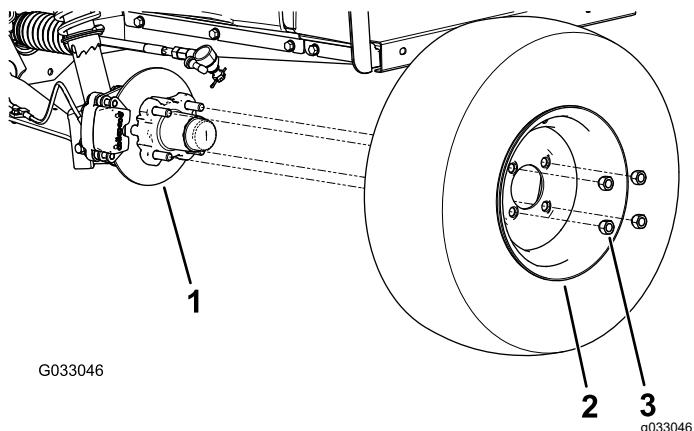

Figure 25
2. Retirez les 4 écrous de roue qui fixent la roue au moyeu (Figure 25).
- Alignez les trous dans la roue et les goujons du moyeu puis montez la roue sur le moyeu en plaçant la valve à l'extérieur (Figure 25).
- Fixez la roue au moyeu avec les écrous de roue (Figure 25). Serrez les écrous de roues à un couple de 108 à 122 N·m.